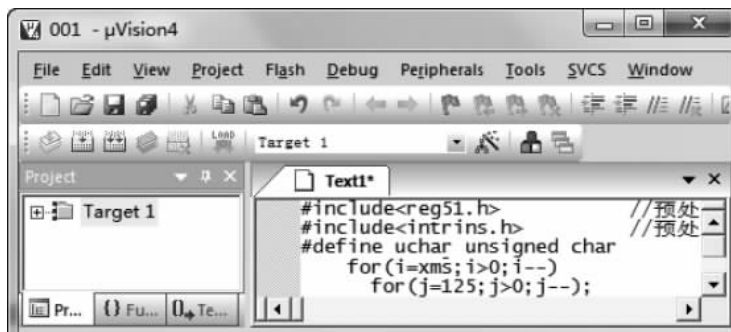

图 3-7 源代码编辑窗口
(1) 选择 File→New 命令,此时工作区中弹出一个新的源代码编辑窗口,如图 3-7 所示。用户可以在其中输入 C51 的源代码。